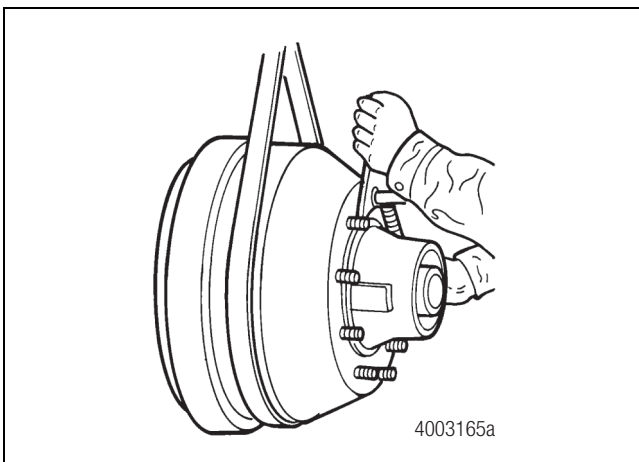

Figura 5.11
4. Apoye el conjunto de la maza y el tambor con ayuda de una eslinga u otro método apropiado. De no hacerlo, las roscas o el sello de la espiga pueden sufrir daños. Figura 5.11.